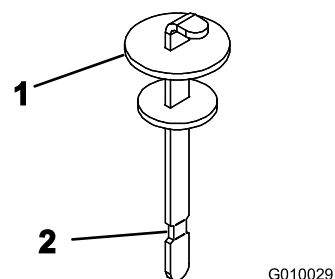

図 19
4. 補給口の首からディップスティックを抜き、きれいなウェスでいねいに拭う。もう一度首に差し込んで引き抜き、オイルの量を点検する。FULL 位置まであればよい（図 19）。